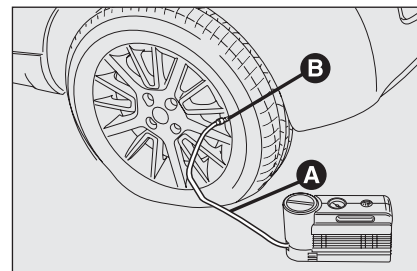

fig. 9
- ☐ **Accione el freno de mano.** Afloje el capuchón de la válvula del neumático, saque el tubo flexible de llenado **A-fig. 9** y enrosque la tuerca **B** en la válvula del neumático;